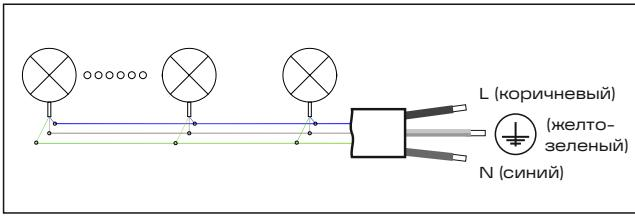

Рис. 3
- Для выполнения электрических подключений обратиться к схеме на рис. 3. В одну линию монтируется не более 25 приборов